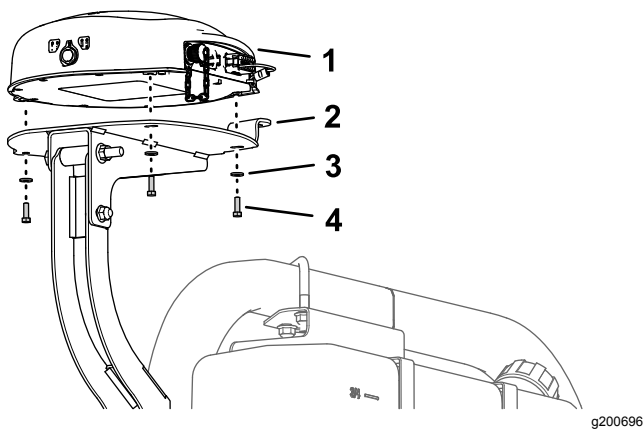

图158
1. 将导航接收器底座的 3 个螺纹柱与接收器安装支架上的 3 个孔对齐图158。
2. 使用 3 个六角头螺栓5 x 16mm和 3 个垫圈5mm将接收器组装到安装支架上图158。